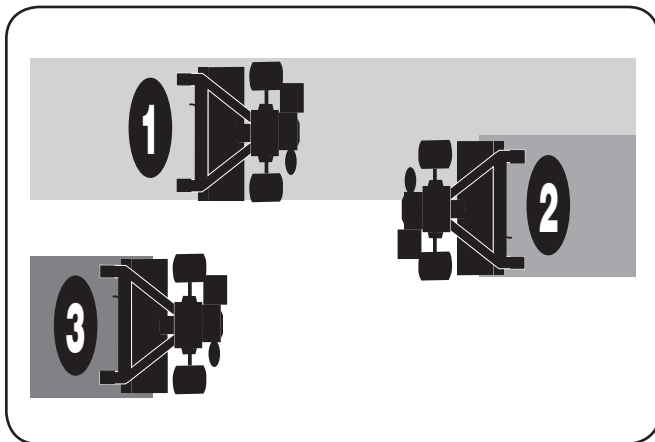

Figure 5-6
- Si la taille du jardin ne permet pas de travailler dans les deux sens, chevauchez le premier tracé d'une demi-largeur de motoculteur, puis d'un quart de largeur par la suite. Voir la Figure 5-6.